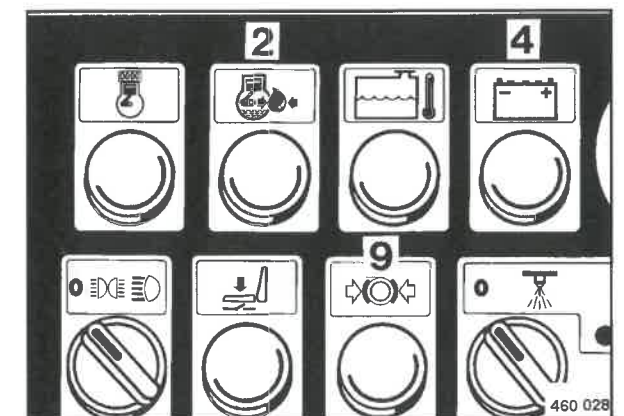

Fig. 46
Si accendono la spia di allarme Pressione dell'olio (2) (Fig. 46), la spia di controllo Carica (4) e la spia di allarme Freno di stazionamento (9).